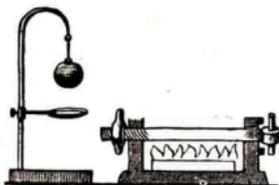

Abb. 168
a) **Versuch mit Kugel und Ring** (*Renaldini* 1660). Eine Messingkugel, die bei gewöhnlicher Temperatur knapp durch einen Ring geht, vermag dies nicht mehr, wenn man sie genügend erhitzt (Abb. 168).